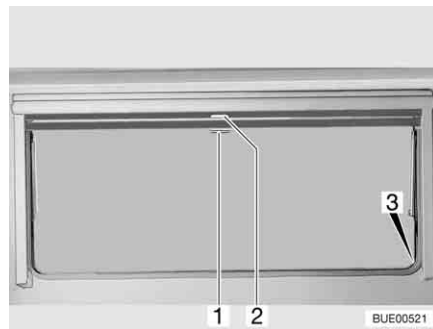

Fig. 70 Fenêtre projetante
- Tirer le store occultant vers le bas en le maintenant par la poignée (Fig. 70,2). Lorsque le store occultant est complètement fermé, l'accrocher des deux côtés du cadre de la fenêtre dans le dispositif de blocage (Fig. 70,3).
- Lorsque le store occultant est complètement fermé : Appuyer sur la poignée (Fig. 70,2) vers le bas tout en la tirant légèrement vers l'intérieur. Décrocher à droite et à gauche le store occultant du dispositif de blocage du cadre de la fenêtre.
- Si le store occultant se trouve dans une position intermédiaire : Tirer la poignée (Fig. 70,2) vers le bas jusqu'à ce que le dispositif de blocage se débloque.
- Tirer la moustiquaire par la poignée (Fig. 70,1) vers le bas et l'accrocher des deux côtés sur le cadre de la fenêtre dans le dispositif de blocage (Fig. 70,3).
- Appuyer sur la poignée (Fig. 70,1) vers le bas tout en la tirant légèrement vers l'intérieur. Décrocher à droite et à gauche la moustiquaire des dispositifs de blocage du cadre de la fenêtre.